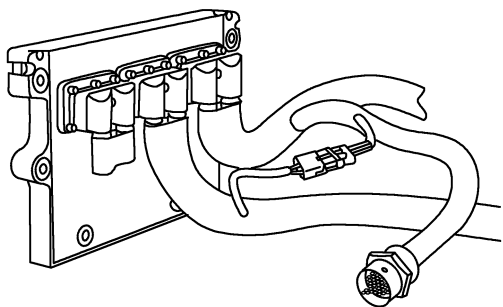

图 5-179 ECM 控制风扇离合器启用
(1) 概述
① ISM 发动机控制系统向风扇离合器或空气电磁阀供电以控制风扇离合器启用, 如图 5-179 所示。